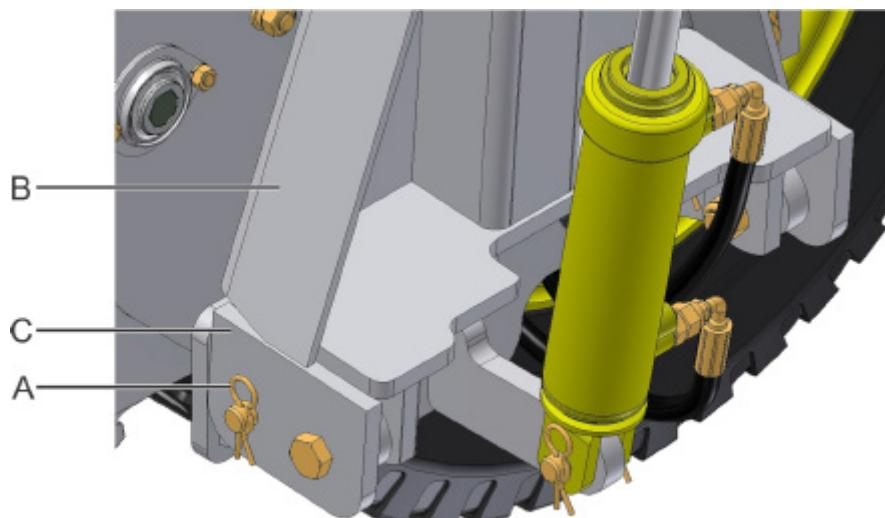

fig. 34
Ao iniciar a operação de plantio, desbloqueie o pino trava (A) (fig. 34), do marcador (B), liberando do suporte (C).